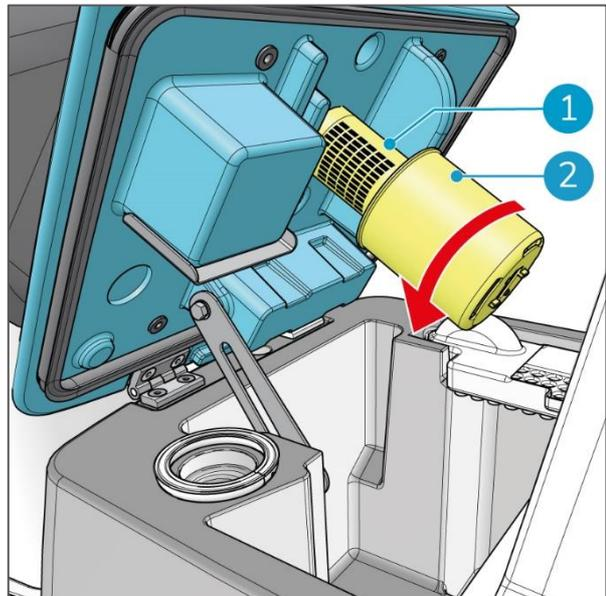

Abbildung 48
1. Drehen Sie die gelbe Kappe (Abbildung 48, Pos. 2) entgegen dem Uhrzeigersinn vom Abscheider (Abbildung 48, Pos. 1), um sie auszubauen.